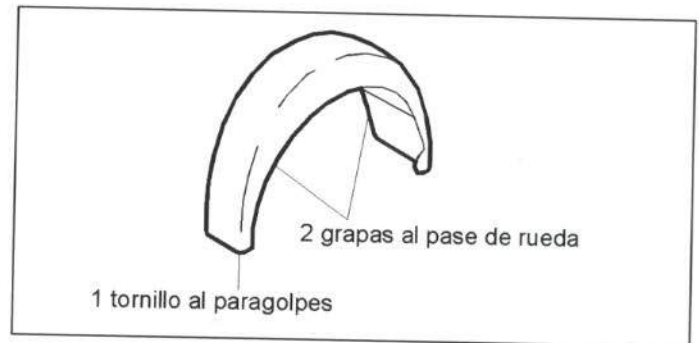

Figura 40.- Unión del guardabarros trasero
En la figura 40 se muestra la unión del guardabarros trasero con el resto de la carrocería.
- Guardabarros del lado correspondiente (figura 40).